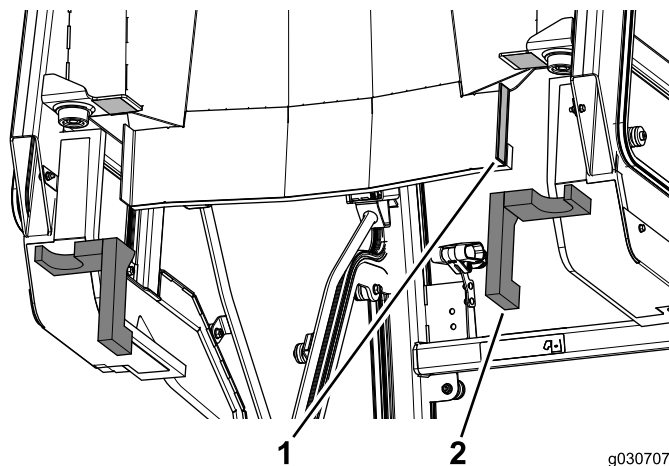

Рисунок 14
1. Снимите бумажное покрытие с двусторонней клейкой ленты в задней части кабины в сборе (Рисунок 14).
2. Установите боковые задние уплотнители из пеноматериала на кабину в сборе (Рисунок 14).